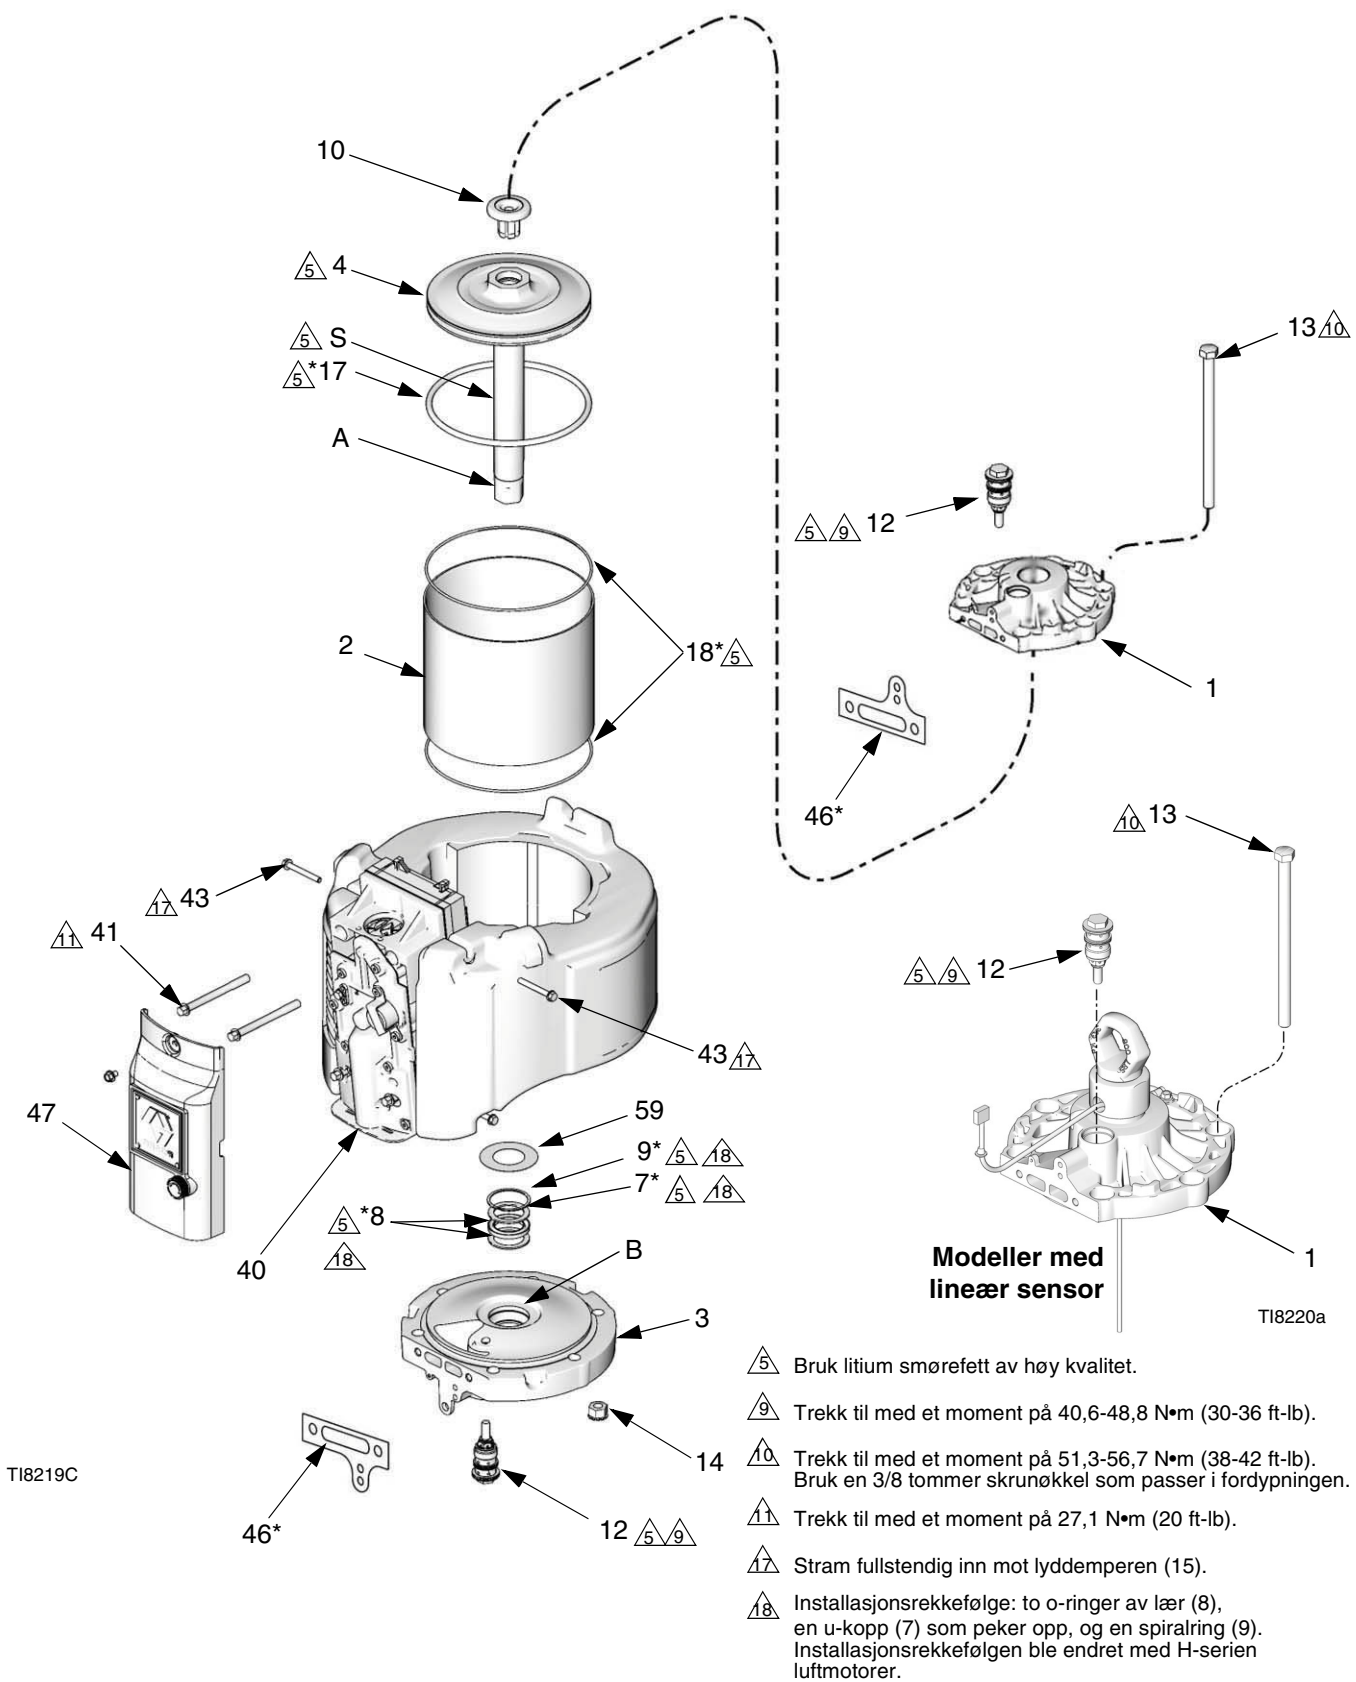

FIG. 12. Reparasjon av luftmotor
5. Ta av det ytre ventildekselet (47). Se FIG. 12.
6. Ta ut de fire skruene (43) og lyddemperen (15).
7. Skru ut de to øverste luftventilskruene (41). Løsne men ta ikke ut de to nederste skruene (41). Vipp luftventilen (40) for å gjøre demonteringen lettere.
8. Ta ut ankerboltene (13). Bruk en gummiklubbe og slå på undersiden av topplokket (1) for å løsne det. Løft topplokket av motoren.
9. Frakoble luftmotoren fra nedre enhet (se din separate pumpehåndbok). Adapteren (A) på stempelakselen skal bli værende på akselen (S).
10. Skyv stempelsettet (4) ut av toppen på sylindere (2).
11. Kontroller stempelets o-ring (17). Kontroller stempel (4) og stempelaksel (S) for hakk eller andre skader. Erstatningsstempelet (4) inkluderer stempel, aksel (S) adapter (A) og buffert (10).
12. Ta av sylindere (2). Kontroller den innvendige overflaten for hakk eller andre skader. Skift den ut hvis den har skader.
13. Ta av buffert (59), låse-ring (9), reservepakninger (8) og v-pakning (7) fra det nedre dekselet (3). Inspiser delene for slitasje eller skader. Inspiser det nåværende lageret (B) (små riper er akseptabelt). Hvis lageret har skader, skift ut det nedre dekselet (3).
1. Se FIG. 12. Installer to reservepakninger (8\*), og deretter v-pakning (7\*) med kantene pekende oppover. Sett deretter låse-ringene (9\*) inn i bunndekselet (3). Smør pakningene. Installer lyddemperen (59).